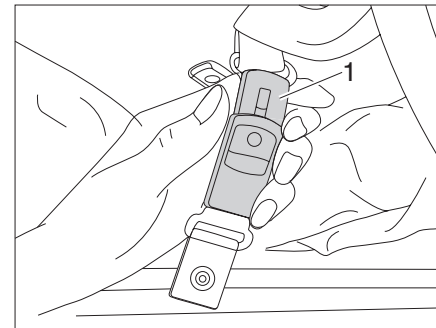

Bild 33 Sicherungsgurt öffnen
▶ Sicherungsgurte (Bild 33,1) öffnen.